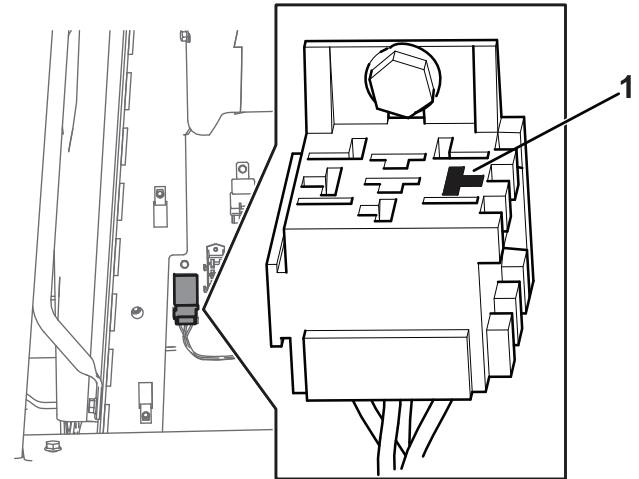

Figura 2
3. Usando un voltímetro/ohmímetro, identifique la conexión de tierra de la bobina del relé comprobando la continuidad entre el borne negativo de la batería y el zócalo del relé en la posición indicada en la figura 2.